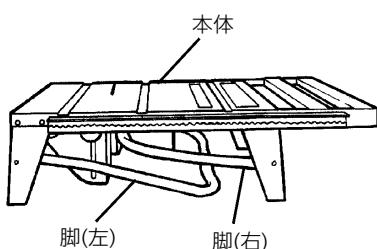

図 13
- (1) 工場出荷時には脚（左）、（右）を図 13 のように折りたたんであります。本体を傾斜のない平たんな場所へ置きます。